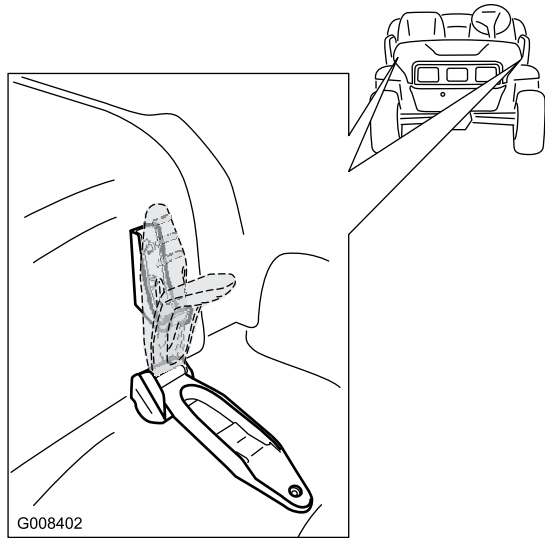

Figura 24
1. Libere la correa de goma de cada lado del capó (Figura 24).